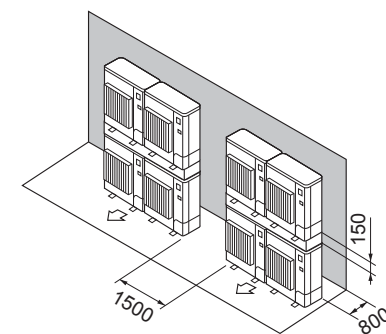

Fig. 2-14
⑬ Plassering av stablede enheter (Fig. 2-14)